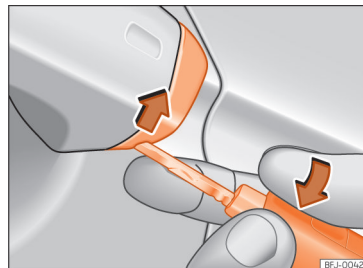

Abb. 95 Fahrertürgriff: Abdeckkappe abhebeln.
- Den Schlüsselbart am Fahrertürgriff in die untere Öffnung der Abdeckkappe stecken » **Abb. 95** und die Abdeckkappe von unten nach oben anheben.